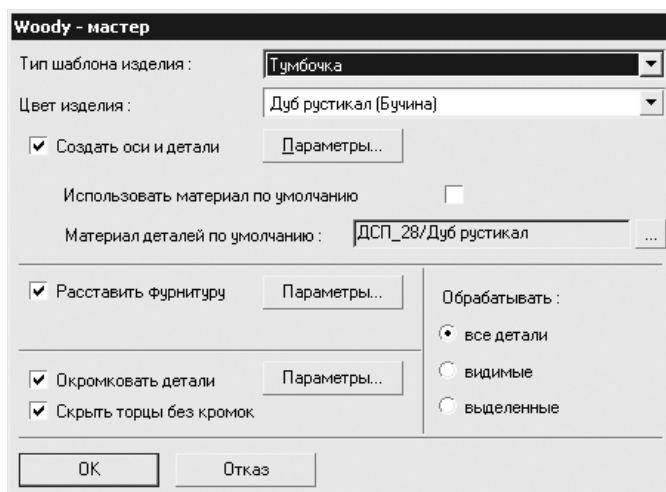

Рис. 6.23
4. Нажать кнопку Woody-мастер на панели инструментов Команды — откроется окно задания параметров (рис. 6.23).